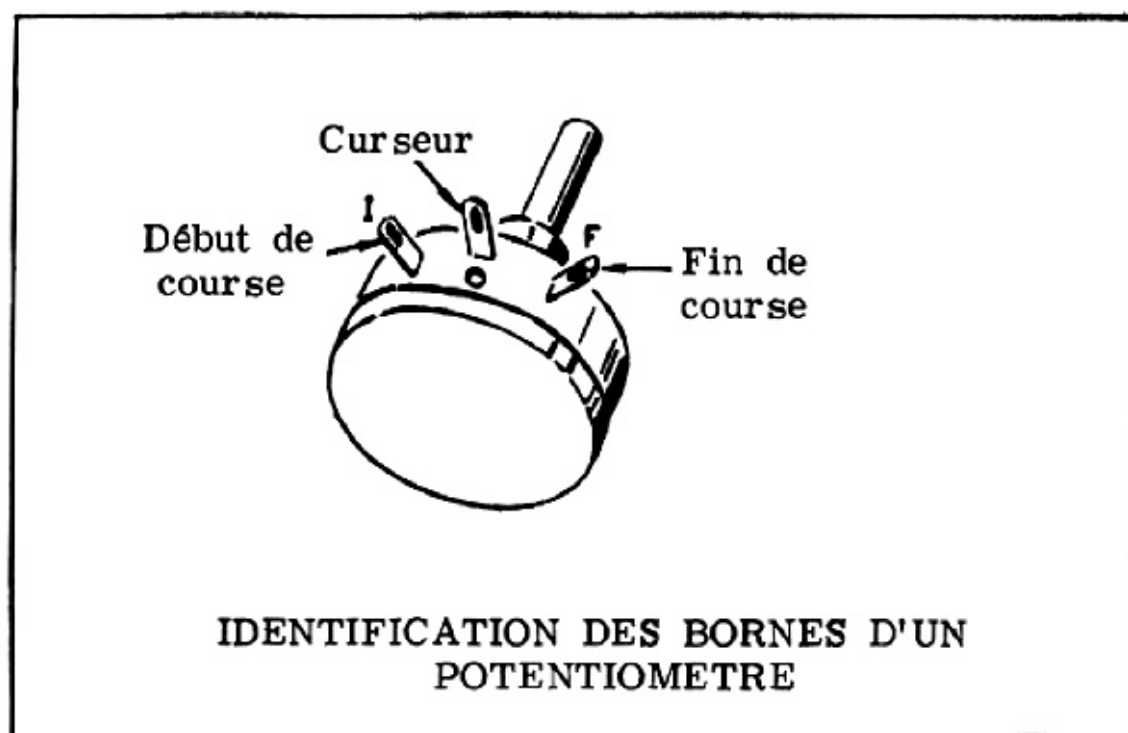

Figure 6
En examinant le potentiomètre du côté opposé à l'axe de commande, dans la position montrée *figure 6*, on dit que la borne de gauche est celle du *DEBUT DE ROTATION* (I) ; celle de droite est celle de *FIN DE ROTATION* (F) et la borne centrale est le *CURSEUR* (C).